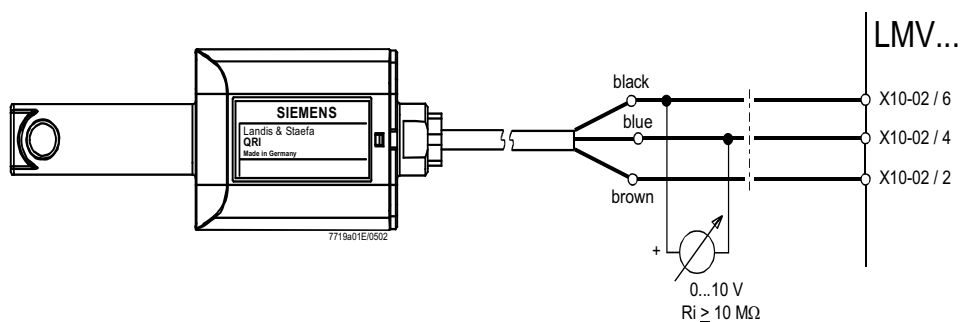

Fig. 14 - Rilevazione con fotocellula QRI..
- Esame fotocellula di rilevazione, pulizia, eventuale registrazione e, se necessario, sostituzione (vedi pag. 35). In caso di dubbio verificare il circuito di rilevazione, dopo aver rimesso in funzione il bruciatore, seguendo gli schemi in Fig. 14.